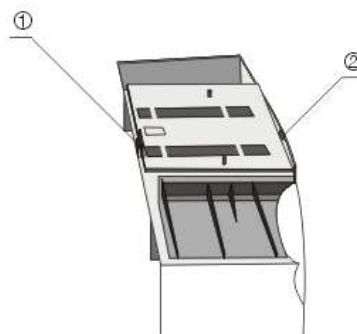

Рис. 2-5
2.3.3. Установка крышки стола (рис. 2-5)
1) Вставить нижний выступ крышки в округлое отверстие рабочего стола (рис. 2-5 [2]).
2) Прижать верхний выступ крышки к запорной щели рабочего стола. Медленно вдвигать стол, чтобы он прошел микроблокирующее устройство на спинке подставки (рис. 2-5 [1]).